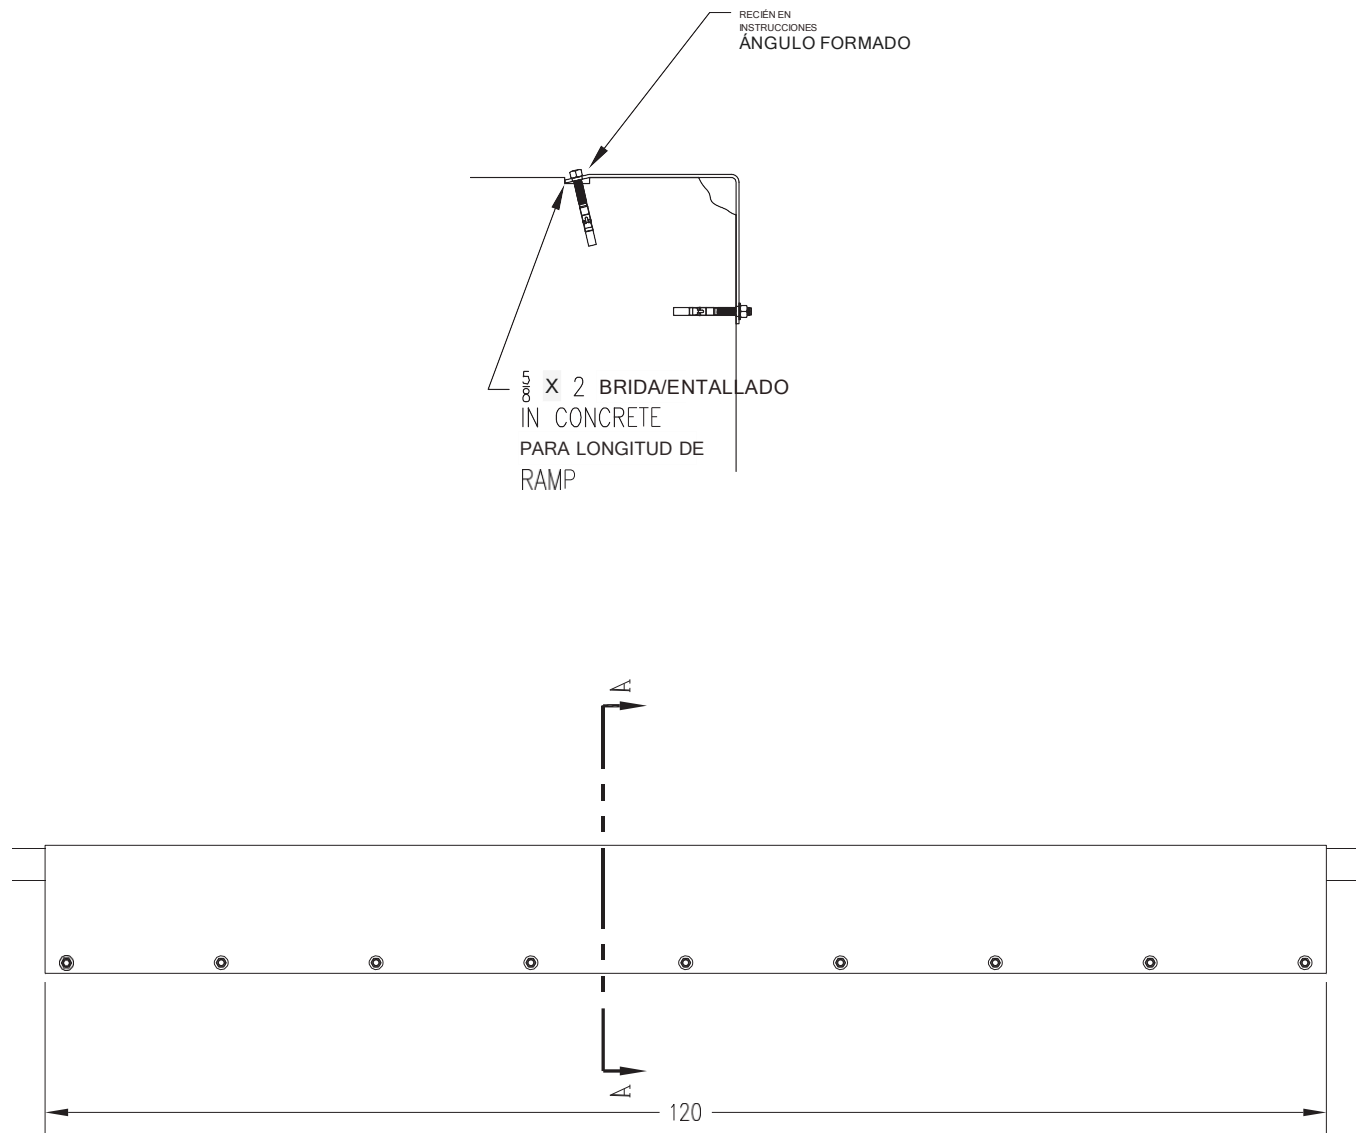

Figura 10
2. Revise y siga las instrucciones de instalación de ángulo formado antes de la instalación del nivelador. Consulte la página 20, Figura 10.
11. Usando la placa de la rampa como guía, perfora (9) agujeros de 5/8" de diámetro por 5" de profundidad. Instale los pernos de anclaje según las especificaciones del fabricante y apriételos de forma segura. Soldar las tuercas de pernos de anclaje a la placa de la rampa usando un cordón de soldadura de 1/4" alrededor de toda la tuerca. Recorte cualquier porción de la asta de anclaje expuesta a través de la tuerca y suelde a tope alrededor de la parte superior de la tuerca al perno. Asegúrese de que la parte superior de las tuercas esté bien redondeada para un rollover suave.